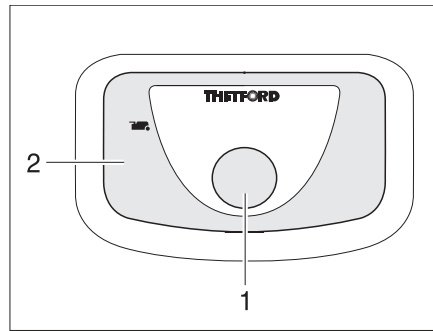

Bild 255 Spülknopf/Kontroll-Leuchte
- Zum Spülen den blauen Spülknopf (Bild 255,1) drücken.
Die Kontroll-Leuchte (Bild 255,2) leuchtet, wenn die Thetford-Kassette entleert werden muss.
- Den Schieberhebel (Bild 255,1) im Uhrzeigersinn schieben. Der Schieber wird geschlossen. Zum Entleeren **muss** in der Thetford-Toilette der Schieber geschlossen sein.